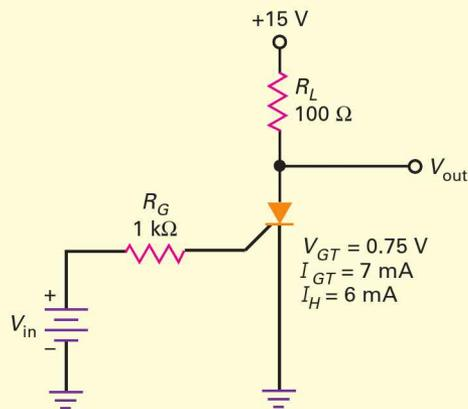

Figure 13.14
D'après la figure 13.14, le SCR possède une tension de déclenchement $0,75\text{ V}$ et un courant de déclenchement 7 mA . Quelle est la valeur de la tension d'entrée de fermeture ? Si le courant de maintien est égal à 6 mA , quelle est la tension de l'alimentation pour l'ouverture ?
13.4 Avez-vous compris ? Sur la figure 13.14, calculer la valeur de la tension d'entrée de fermeture et la valeur de la tension d'alimentation pour l'ouverture en utilisant les spécifications types du SCR 2N6504.